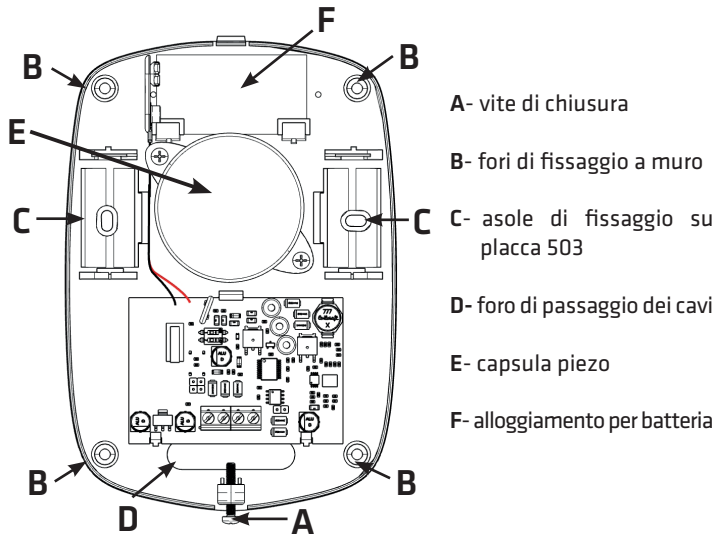

Fig. 1
Per l'installazione della sirena a muro, seguire la seguente procedura, facendo riferimento alla Fig. 1 sotto riportata:
2. fissare a muro il fondo del contenitore utilizzando i quattro fori di fissaggio (B) o le due asole (C) - Fig. 1. In questa fase, predisporre il cavo BUS di collegamento alla centrale nell'apposito foro di passaggio dei cavi (D). Assicurarsi che nella parte posteriore sia presente la molla del tasto antistrappo e che durante il fissaggio a muro questo si chiuda;
4. riposizionare il coperchio e serrare la vite (A).
La sirena MINI SIRYA è predisposta per l'installazione di una batteria tampone (Fig. 1) che consente la sua attivazione anche in assenza di tensione di ricarica. Al momento dell'installazione e **fino al primo inserimento della batteria, resteranno disabilitate tutte le segnalazioni di anomalia alla centrale**. La batteria va inserita nell'apposito alloggiamento previsto sul fondo del contenitore (Fig. 1) collegandola alla clip ad innesto prevista sulla scheda della sirena. Una volta inserita la batteria, tali segnalazioni (assenza batteria, batteria bassa, assenza tensione di ricarica) saranno automaticamente **abilitate dopo circa 1 minuto**. Nel caso si desideri disabilitare tali segnalazioni, occorre estrarre la batteria tampone, togliere e poi rimettere l'alimentazione dalla scheda e richiudere il contenitore senza inserire la batteria.